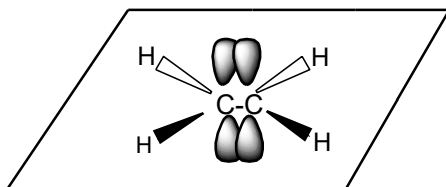

Рис. 8.2. Пространственное изображение молекулы этилена
8.3. Геометрическая (*цис*-, *транс*-) изомерия. Геометрическая изомерия проявляется только в структурах, которым придают жесткость двойная связь или цикл. Рассмотрим причину жесткости двойной связи на примере строения молекулы этилена (рис. 8.2). Связи $\text{C} = \text{C}$, изображаемые двумя одинаковыми черточками, являются разными по приро-
На рис. 8.2 параллельные p -орбитали перекрываются сверху и снизу от плоскости, в которой лежат пять σ -связей молекулы, и образуют связь, называемую π -связью. Плоскости, в которых располагаются σ - и π -связи, перпендикулярны друг другу.